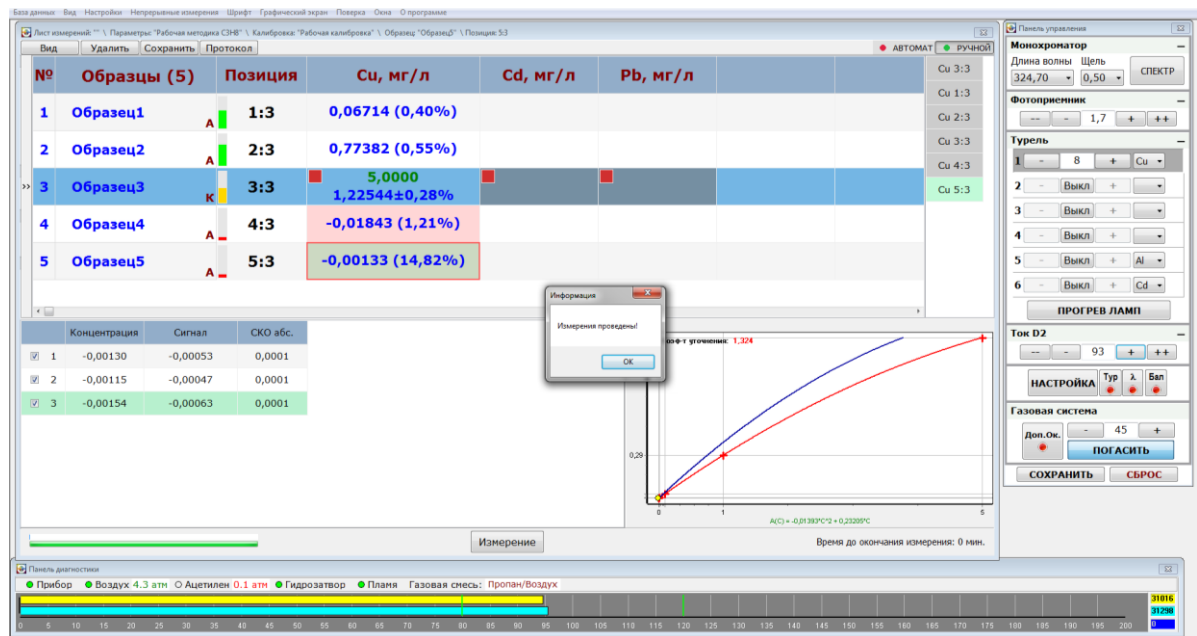

Рис. 37 Окно «Лист измерений» проведение измерений с устройством выбора образца.
9. По окончании измерений будет выведено информационное окно рис. 37
**ПРИМЕЧАНИЕ:** В процессе измерений датчик манипулятора УВО-04 следит за уровнем пробы и фонового раствора. По мере расхода пробы манипулятор корректирует своё положение, не допуская нахождения капилляра для забора пробы выше уровня жидкости. Информация об уровне выводится в ячейках «Позиция»: **зелёный** цвет – стакан с пробой полный, **жёлтый** – уровень пробы в районе середины, **красный** – уровень минимум. Ячейка с результатом измерений, где был зафиксирован минимальный уровень жидкости выделяется цветом рис. 37. При достижении минимального уровня жидкости в чаше с фоновым раствором измерения прерываются и выводится предупреждающее сообщение.